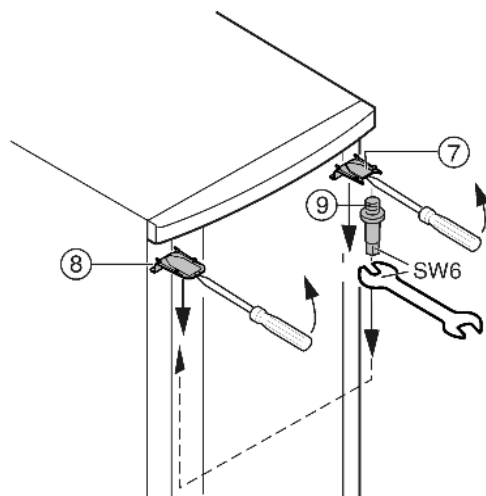

Fig. 8
- ▶ Odstraňte kryt Fig. 8 (7) a kryt Fig. 8 (8) šroubovákem vpředu uvolněte ze západek a odstraňte pohybem šikmo směrem dolů.
- ▶ Vyšroubujte ložiskové čepy Fig. 8 (9) a na protější straně zašroubujte silou (4 Nm).
- ▶ Namontujte opět kryt Fig. 8 (7) na straně ložiskového čepu: vzadu nasadte, vpředu nechte zaskočit do západek.
- ▶ Namontujte opět kryt Fig. 8 (8) na protější straně: vzadu nasadte, vpředu nechte zaskočit do západek.
- ▶ Zavěste dveře nahoře do ložiskového čepu Fig. 8 (9).